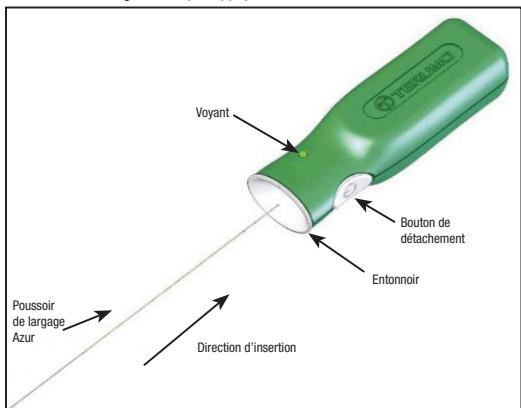

Figure 4 – Contrôleur de détachement Azur
- Ouvrir la pochette du bouchon vasculaire Azur et en retirer le cerceau du dévidoir. Avant d'utiliser le dispositif, retirer la calotte du cerceau du dévidoir. Tout en maintenant l'implant et la gaine d'introduction du bouchon vasculaire Azur en place, tirer le pousoir hors du cerceau du dévidoir de manière à exposer l'extrémité proximale du pousoir de largage. Veiller à ne pas contaminer cette extrémité du pousoir de largage avec des substances étrangères telles que du sang ou des produits de contraste. Insérer fermement l'extrémité proximale du pousoir de largage dans la section en entonnoir du contrôleur de détachement Azur. Voir la Figure 4. **Ne pas appuyer sur le bouton de détachement à ce stade.**
31. Raccorder l'extrémité proximale du poussoir de largage au contrôleur de détachement Azur en insérant fermement l'extrémité proximale du poussoir de largage dans la section en entonnoir du contrôleur de détachement Azur. Voir la Figure 4.